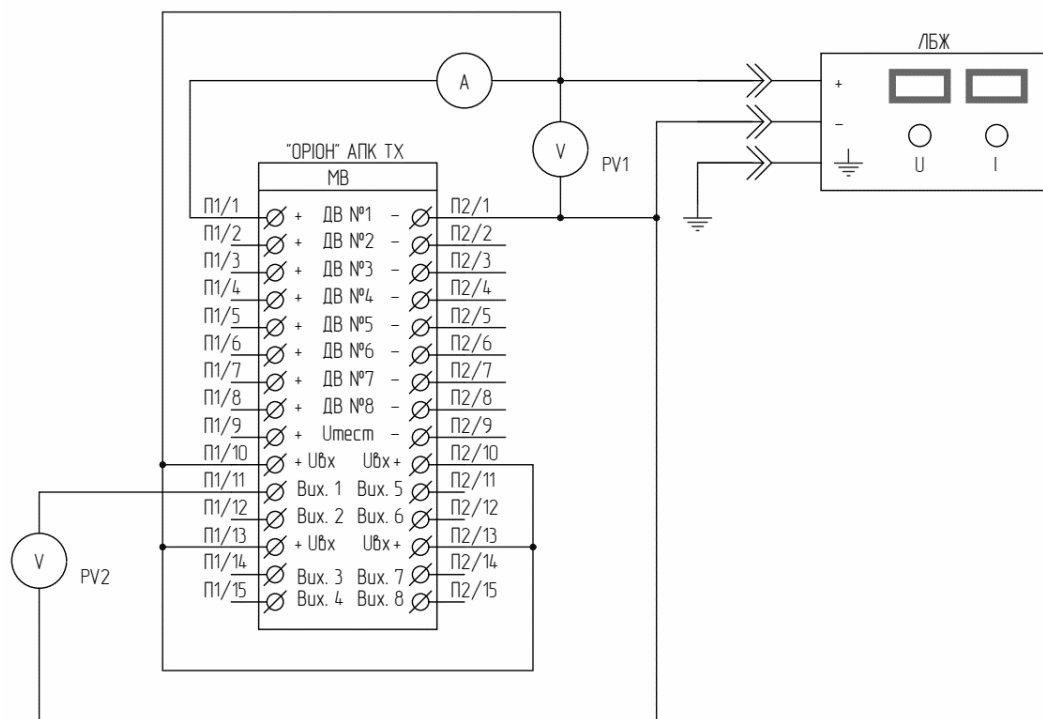

Рисунок 8.10.2 – Електрична схема вимірювань без використання «ЦИКЛОН» 115
1) Зібрати схему проведення вимірювань (див. рисунок 8.10.2);